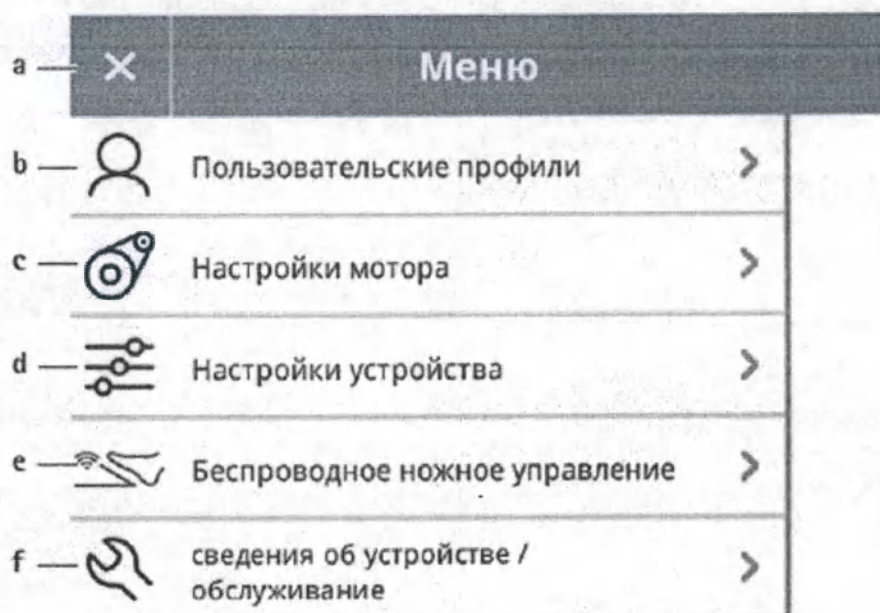

Рис. 8 Меню системных настроек, где:
Открывается меню системных настроек, см. Рис. 8.
► Выход из меню системных настроек: Нажать кнопку «Выход из системных настроек» **a**, Рис. 8.